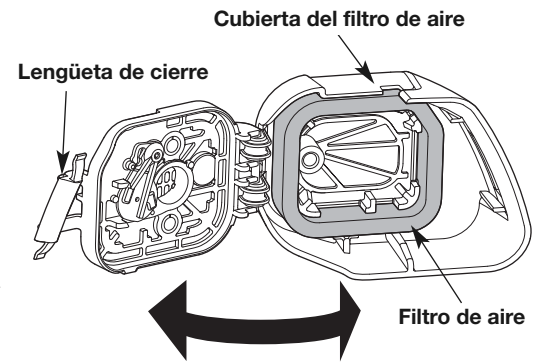

Fig. 19
1. Abra la tapa del filtro de aire haciendo presión sobre la lengüeta de cierre hacia adentro y tirando de la tapa del filtro de aire (Fig. 19).
2. Quite el filtro de aire (Fig. 19).
6. Vuelva a colocar el filtro de aire en la tapa del filtro de aire (Fig. 19).
7. Cierre la tapa del filtro de aire haciéndola girar hacia la izquierda y luego haciendo presión sobre la lengüeta de cierre hacia abajo hasta que caiga en su lugar (Fig. 19).